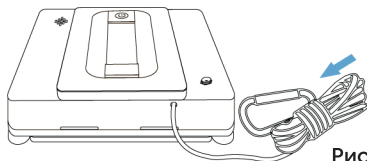

Рис. 1
Правильно прикрепите салфетку к нижней части фюзеляжа, убедившись, что она не блокирует ведущее колесо и датчик антипадения. (Рисунок 1, Рисунок 2, Рисунок 3)
- А. Вставьте разъем постоянного тока (разъем А) в интерфейс питания машины и затяните гайку. (Рисунок 1).
А. Проверьте, что страховочный трос не порван и соединение с роботом надежно. (Рисунок 1)